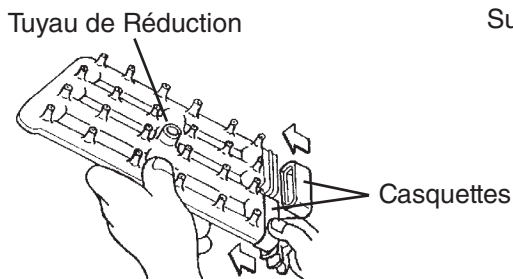

Fig. 42
11. Remettez les 2 casquettes dans leur position correcte. Assurez-vous que le tuyau de réduction est en place au centre. Voir Fig.42.